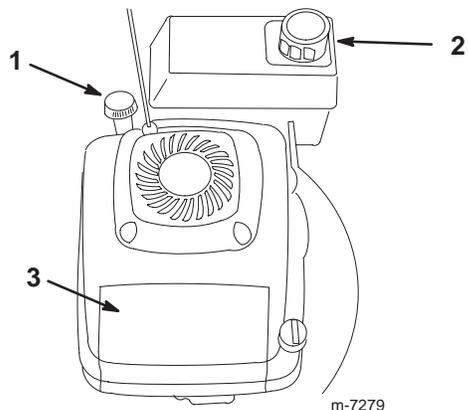

Figure 8
1. Nettoyez la surface autour du bouchon du réservoir de carburant (Fig. 8).
2. Ouvrez le robinet d'essence (Fig. 8).
5. Tirez lentement la poignée du lanceur (Fig. 8) jusqu'à ce que vous sentiez une résistance, puis tirez vigoureusement.